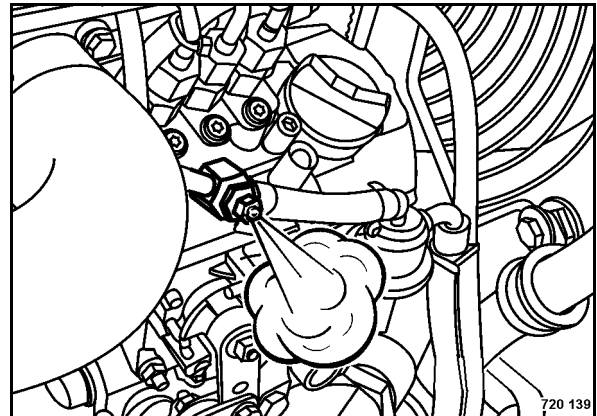

Рис. 116
- Открутить винт для удаления воздуха на топливном насосе (Рис. 116) и проворачивать с помощью стартера двигатель, пока не начнет выходить топливо без пузырей.